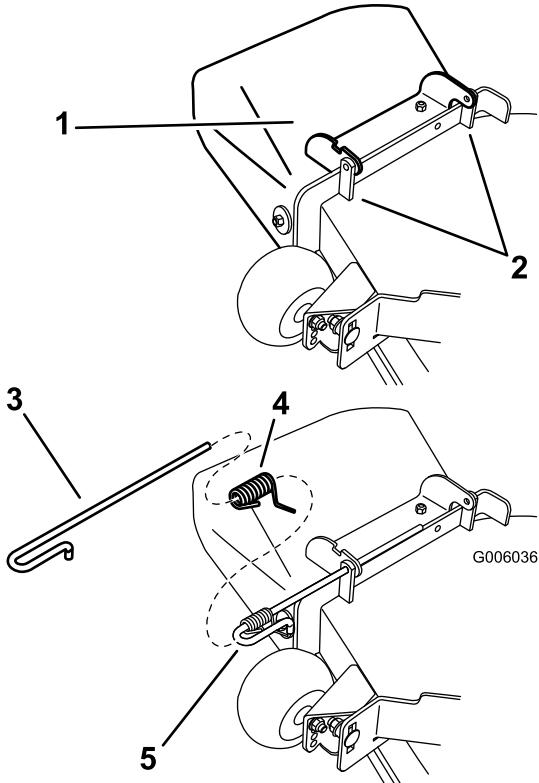

Figure 71
1. Désengagez le ressort du cran dans le support de déflecteur et sortez la tige des supports soudés du tablier, du ressort et de du déflecteur d'éjection (Figure 71). Enlevez le déflecteur s'il est endommagé ou usé.
2. Positionnez le nouvel ensemble déflecteur d'éjection en plaçant les extrémités du support entre les supports soudés du tablier, comme illustré à la Figure 71.